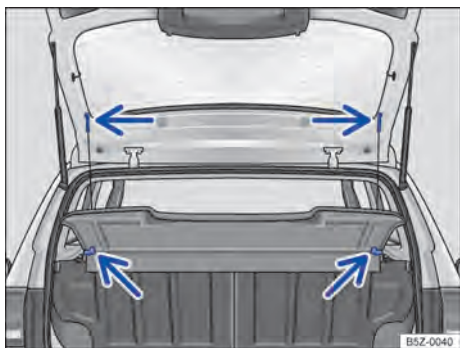

Fig. 125 No compartimento de bagagem: remover e instalar a cobertura do compartimento de bagagem.
- Desprender os cordões de retenção do suporte da tampa traseira → Fig. 125 (setas superiores).
- Retirar a cobertura do compartimento de bagagem por trás, para fora dos suportes laterais → Fig. 125 (setas inferiores).
- Empurrar a cobertura do compartimento de bagagem para a frente, introduzindo-a nos suportes laterais → Fig. 125 (setas inferiores).
- Encaixar os cordões de retenção na tampa traseira → Fig. 125 (setas superiores).